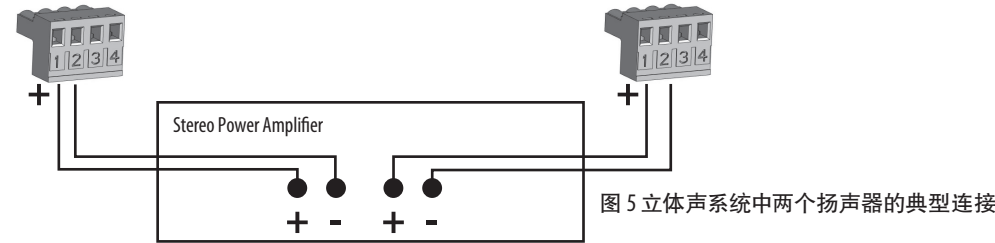

图 5 立体声系统中两个扬声器的典型连接
4. 将瓷砖面板滑回悬挂的天花板。瓦桥的两端将卡在栏杆上, 支撑扬声器的重量。(图 5)